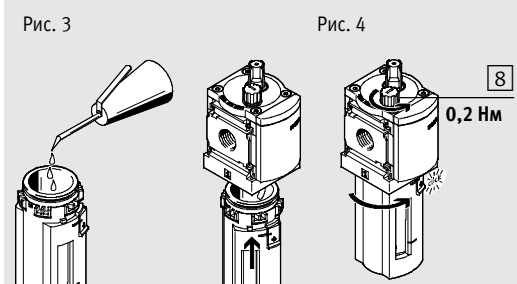

Рис. 4
- Вытащите колбу из устройства (→ Рис. 4).